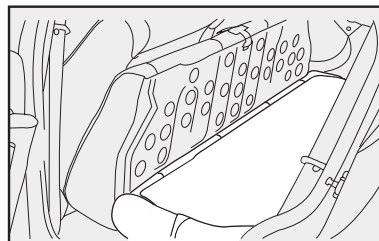
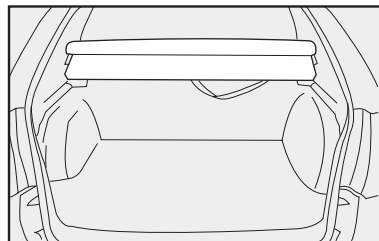

fig. 114
fig. 115
5) Incline hacia adelante el respaldo **fig. 114** del asiento trasero haciendo pasar lateralmente los cinturones de seguridad traseros, de manera que se obtenga una superficie de carga única en el compartimiento de equipajes **fig. 115**.